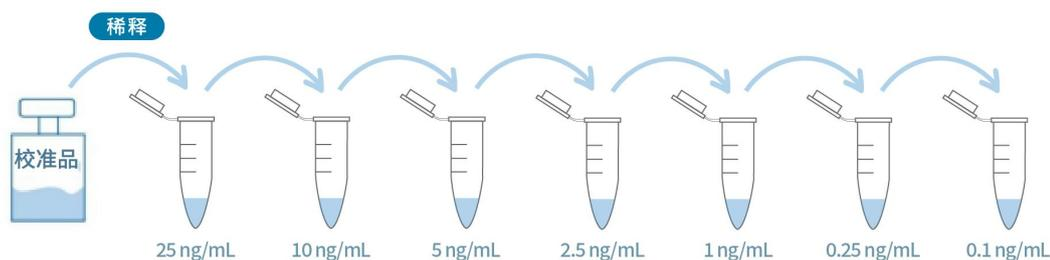

图 3 校准品稀释操作示例
4. 校准曲线配制: 参照图 3 和表 3 对校准品进行梯度稀释, 建议现配现用。